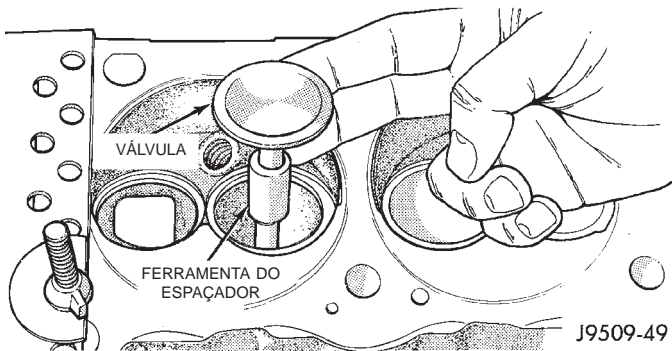

Fig. 61 Posicionamento da Válvula com a Ferramenta C-3973
(1) Instale a Ferramenta de Bucha da Guia da Válvula C-3973 sobre a espiga cilíndrica da válvula e instale a válvula. (Fig. 61). A bucha especial coloca a válvula na altura correta para verificação com um indicador de quadrante.